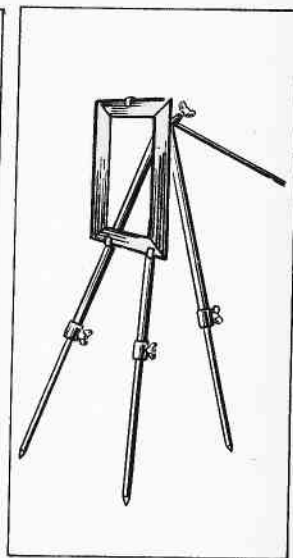

Рис. 26. Походный мольберт.
**Походный мольберт** (рис. 26) предназначен для писания этюдов вне мастерской. Походный мольберт изготавливается из дюралевых трубок. Мольберт отличается прочностью и легкостью. Высота мольберта в рабочем состоянии 1500 мм; наименьшая высота рабочего положения 0,85 м. Масса мольберта 2 кг.